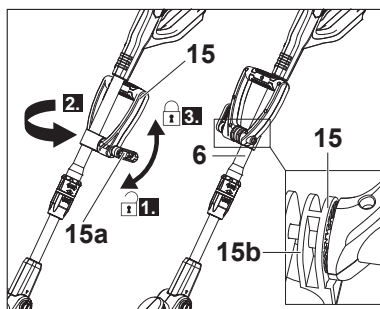

Fig. 3
- auxiliar (15) hasta colocarla sobre la sección superior del tubo telescópico (6).
2. Fije la empuñadura auxiliar (15) en posición girando la palanca de bloqueo (15a) en el sentido de las agujas del reloj. Asegúrese de que los dientes del sistema de bloqueo estén correctamente encajados entre sí (Fig. 3).